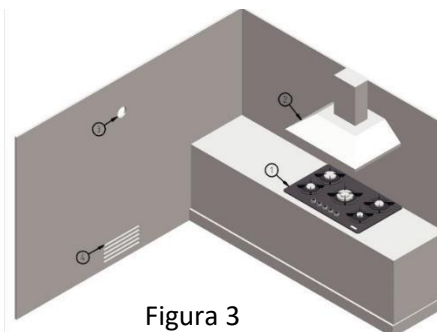

Figura 3
- Se não for utilizado exaustor de cozinha, deve utilizar-se um ventilador elétrico com capacidade garantida para descarregar 3-5 vezes o ar da cozinha, a ser instalado na parede ou janela do edifício (Figura 3).